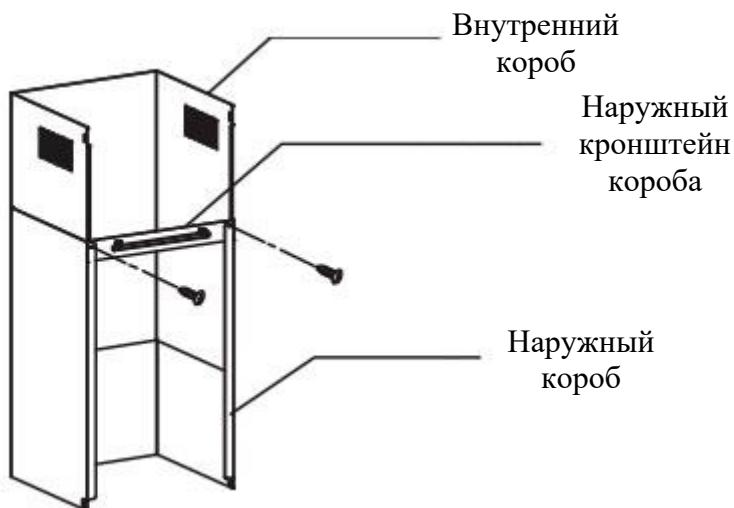

Рис. 5
3. Установите наружный кронштейн короба на наружный короб, при этом убедитесь, что внутренний короб можно свободно сдвигать. Смотрите рис. 5.